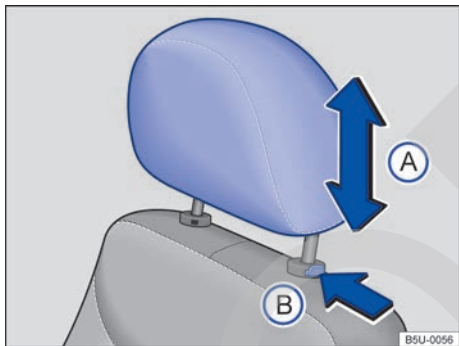

Fig. 70 Ajuste el apoyacabezas delantero.
- Empuje el apoyacabezas hacia arriba o hacia abajo en el sentido de la flecha → fig. 70 (A) → ⚠ en *Introducción al tema* de la pág. 77.